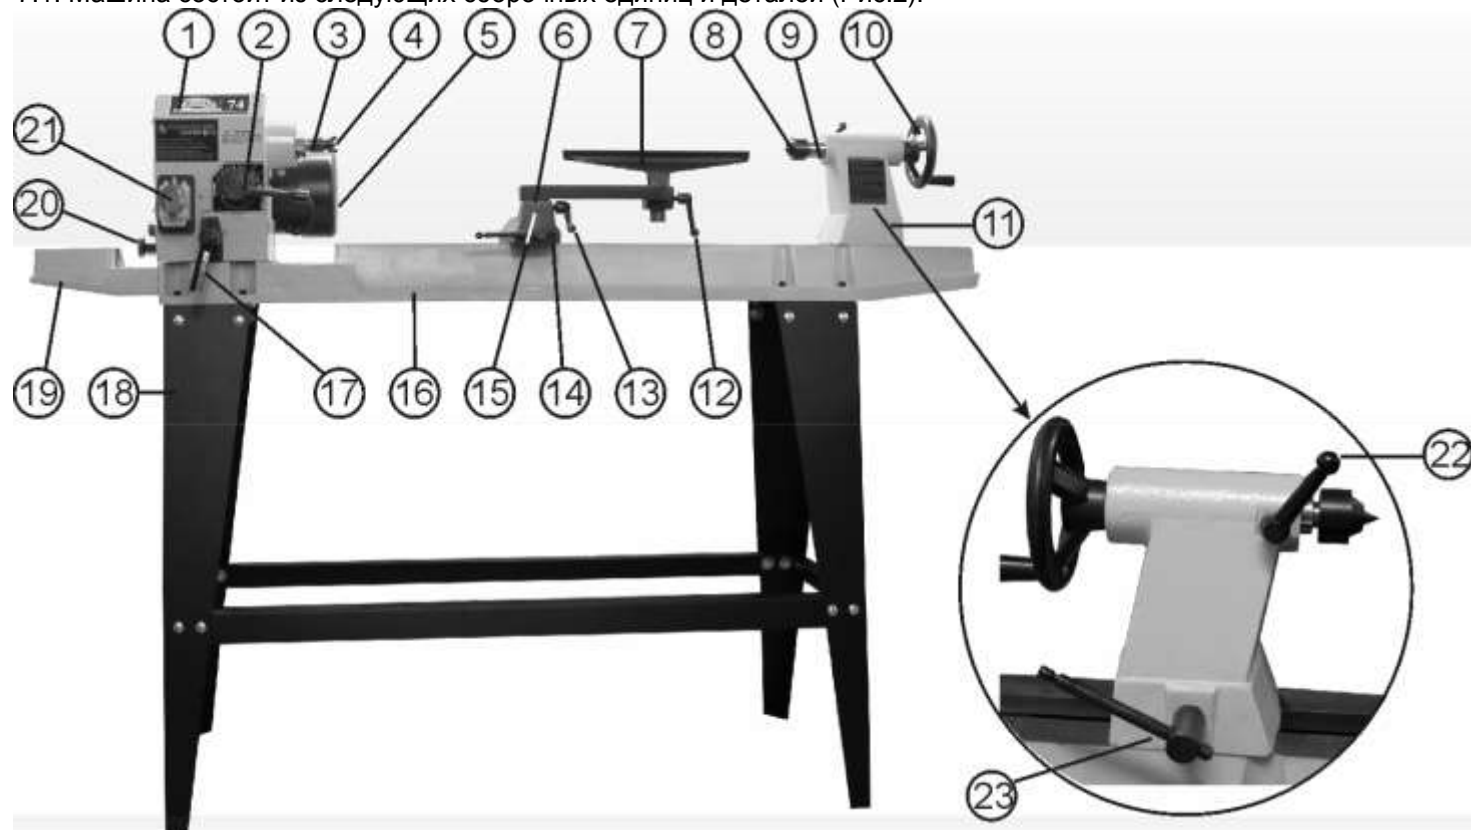

Рис. 2
7.1. Машина состоит из следующих сборочных единиц и деталей (Рис.2):
8.4. Установка центров (Рис. 2, 6, 7)